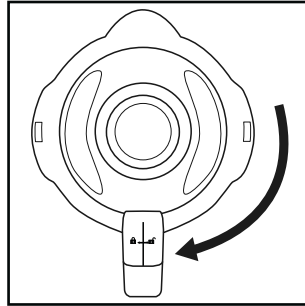

Fig. 2
- 4) Sæt låget **2** forskudt på blenderkanden **3** igen. Luk låget **2** ved at dreje det med uret til position  indtil det klikker hørbart på plads (se fig. 2). Sørg for, at hældetuden på blenderkanden **3** er lukket. Motoren kan kun startes, hvis låget **2** slutter helt til.